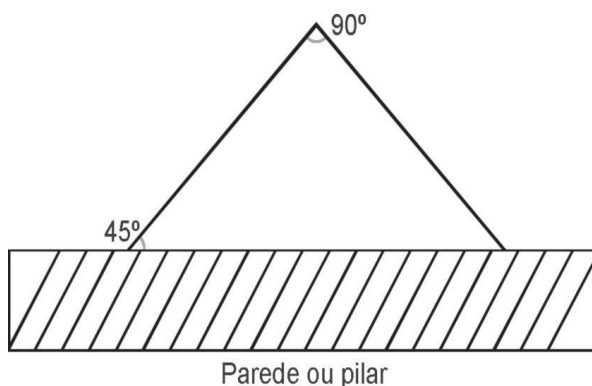

Figura 1 – Instalação de placa angular
6.5.8. As placas utilizadas na sinalização podem ser dotado plana ou angular; quando angular, devem seguir as especificações conforme demonstrado na Figura 1, abaixo: